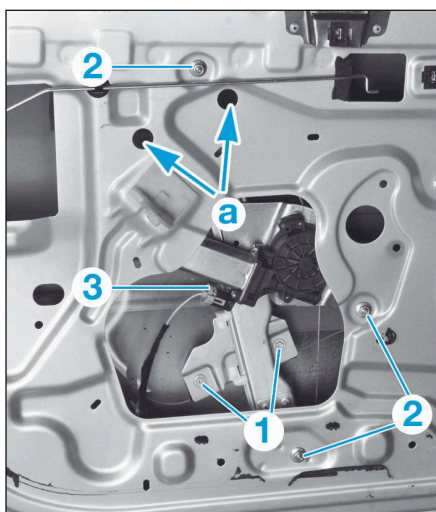

FIG.46
- Descendre la vitre afin d'accéder aux vis (1) (Fig.46).
- Déposer les vis (1).
- Déposer les écrous (2).
- Débrancher le connecteur (3).